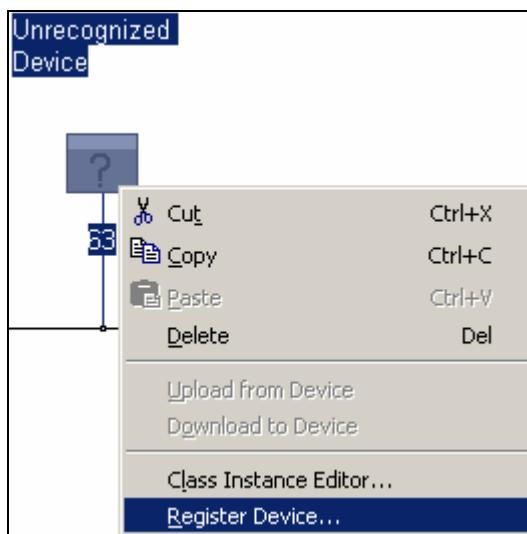

图 3-33 注册设备
13. 我们需要创建或注册 EDS 文件。罗克韦尔自动化所有设备的 EDS 文件可以向设备供应商索取，也可在以下网址获取：<http://www.ab.com/networks/eds>。或者，用户还可以在 DeviceNet 的官方组织 ODVA(Open DeviceNet Vendor's Association)网站上查找：<http://www.odva.org>。除此之外，用户还可以从设备中上载 EDS 文件信息。部分设备支持该功能。首先，右键单击 Unrecognized Device 图标并选择 Register Device... (注册设备)，如图 3-33 所示。